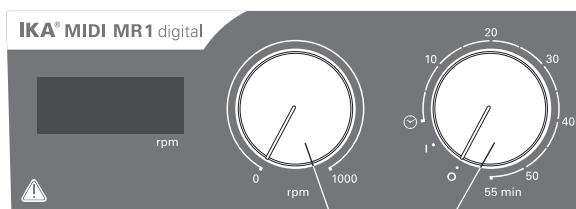

Fig. 3
- ☞ Slå på apparaten genom att vrida vridknoppen "**På/av**" och "**Timer**" (**B**, se Fig. 3) medurs till position "**1**".
- ☞ Ställ in motorvarvtalet med reglerknoppen "**Varvtal**" (**C**, se Fig. 3). Motorvarvtalet kan ställas in till mellan 0 och 1000 rpm för **MIDI MR 1 digital** och till mellan 0 och 600 rpm för **MAXI MR1 digital**.